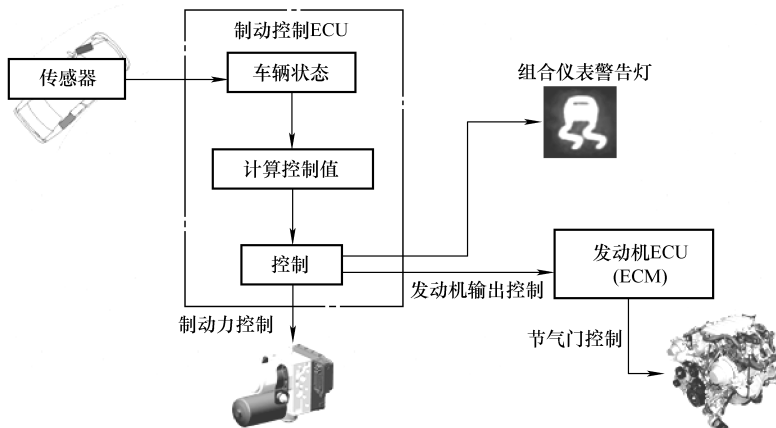

图 1-24 ECB 结构与工作原理
(1) ECB 功用 ECB 系统能根据驾驶人踩制动踏板的程度和所施加的力计算所需的制动力，然后系统进行准确施加，目前应用于雷克萨斯 LS600hL 及 LS460L 等车型中。
(2) ECB 结构与工作原理 以丰田为例，制动控制 ECU 和制动防滑控制 ECU 集成在一个单元，并和液压制动控制系统一起构成制动力控制系统，如图 1-24 所示。